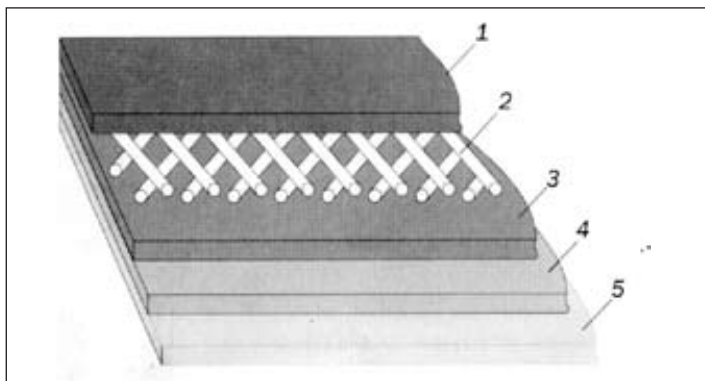

Рисунок 2.1 - Структура термоусаживаемой манжеты типа GSC1
2.2.1 Манжета представляет собой полотно многослойной структуры (рис. 2.1).